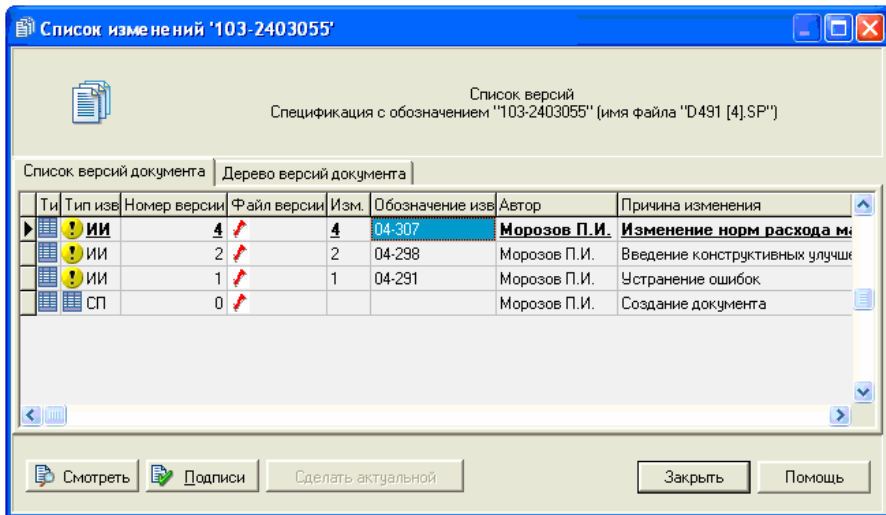

Рис. 7.1. Окно списка изменений. Страница «Список версий»
- нажать комбинацию клавиш [Ctrl+F5] либо воспользоваться пунктом локального меню **«Версии/Список версий»** или пунктом главного меню **«Документ/Список версий»** (рис. 7.1).